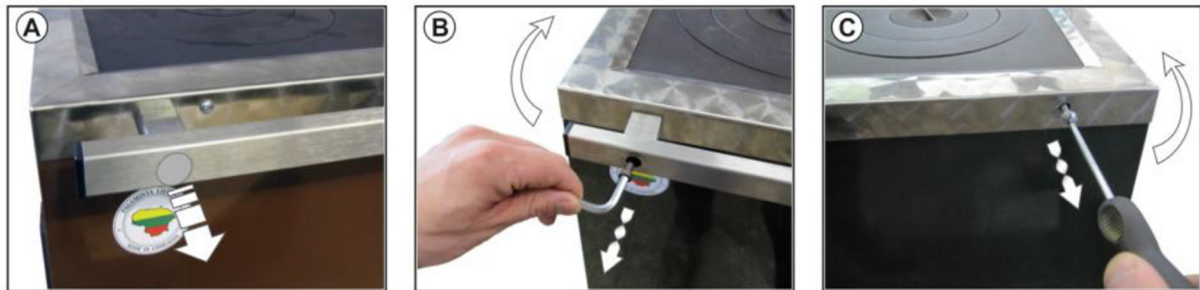

Bild 4 - Montage Griffstange
Bei Bedarf besteht die Möglichkeit, die Armlehne (15) auf der gegenüberliegenden Seite zu verlegen. Dies kann in folgender Reihenfolge erfolgen: Entfernen Sie die Zieraufkleber der Armlehne (siehe Bild 4), schrauben Sie die Befestigungsschrauben der Armlehne mit einem Sechskantschlüssel und auf der anderen Seite mit einem Schraubenzieher die beiden seitlichen Schrauben heraus. Die Schrauben halten den Zierrand (4). Montage dann wieder in umgekehrter Reihenfolge. Siehe Bild 4.